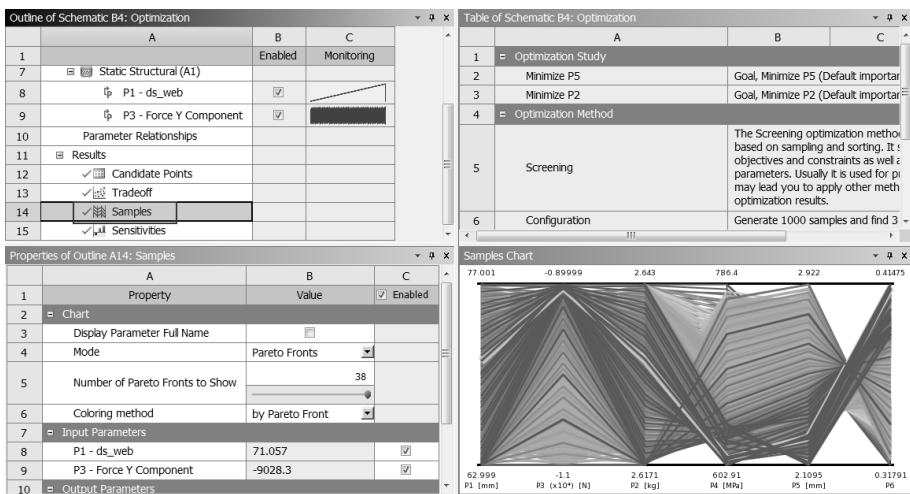

图 18-34 质量与应力关系曲线
Step13：单击 Samples 选项，此时将出现如图 18-34 所示的质量与应力关系曲线。从本图和上面的点状关系图可以看出，增加质量就会降低应力分布。